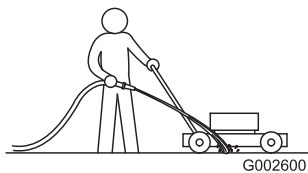

Figure 31
1. Mettez le moteur en marche lorsque la tondeuse se trouve sur une surface revêtue plane et dirigez un jet d'eau devant la roue arrière **droite** (Figure 31).